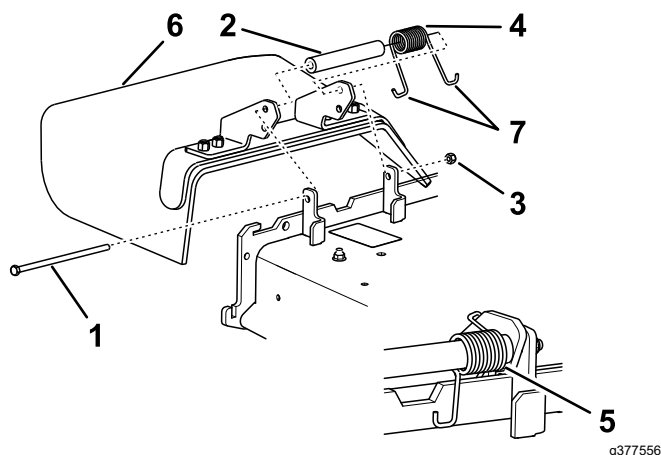

Figure 75
**Remarque:** Prenez soin de placer 1 extrémité en J du ressort derrière le bord du tablier avant de mettre le boulon en place, comme montré à la Figure 75.